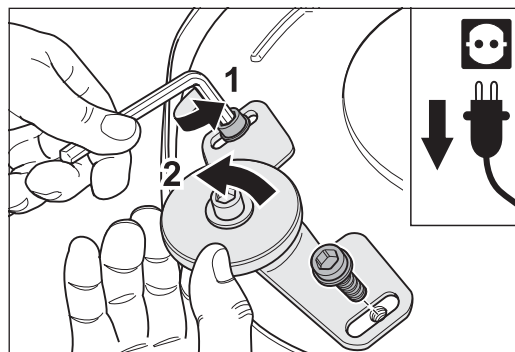

Abb. 34 Die beiden Befestigungsschrauben am Wandschutzrollenhalter entfernen (1) und die komplette Wandschutzrolle abnehmen (2).
- 2 Entfernen Sie die beiden Schrauben, mit denen der Wandschutzrollenhalter am Vorsatz befestigt ist und nehmen Sie die komplette Wandschutzrolle ab (Abb. 34).